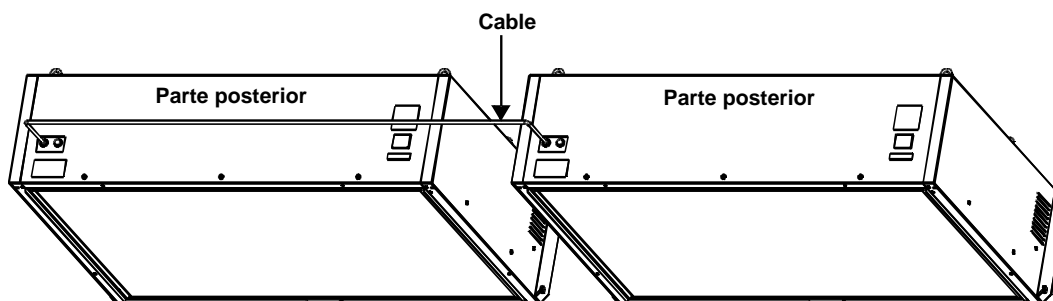

Figura 12. Conexión del cable de la luminaria de techo doble
9. Conecte el cable entre las dos luminarias. Consulte la Figura 12.